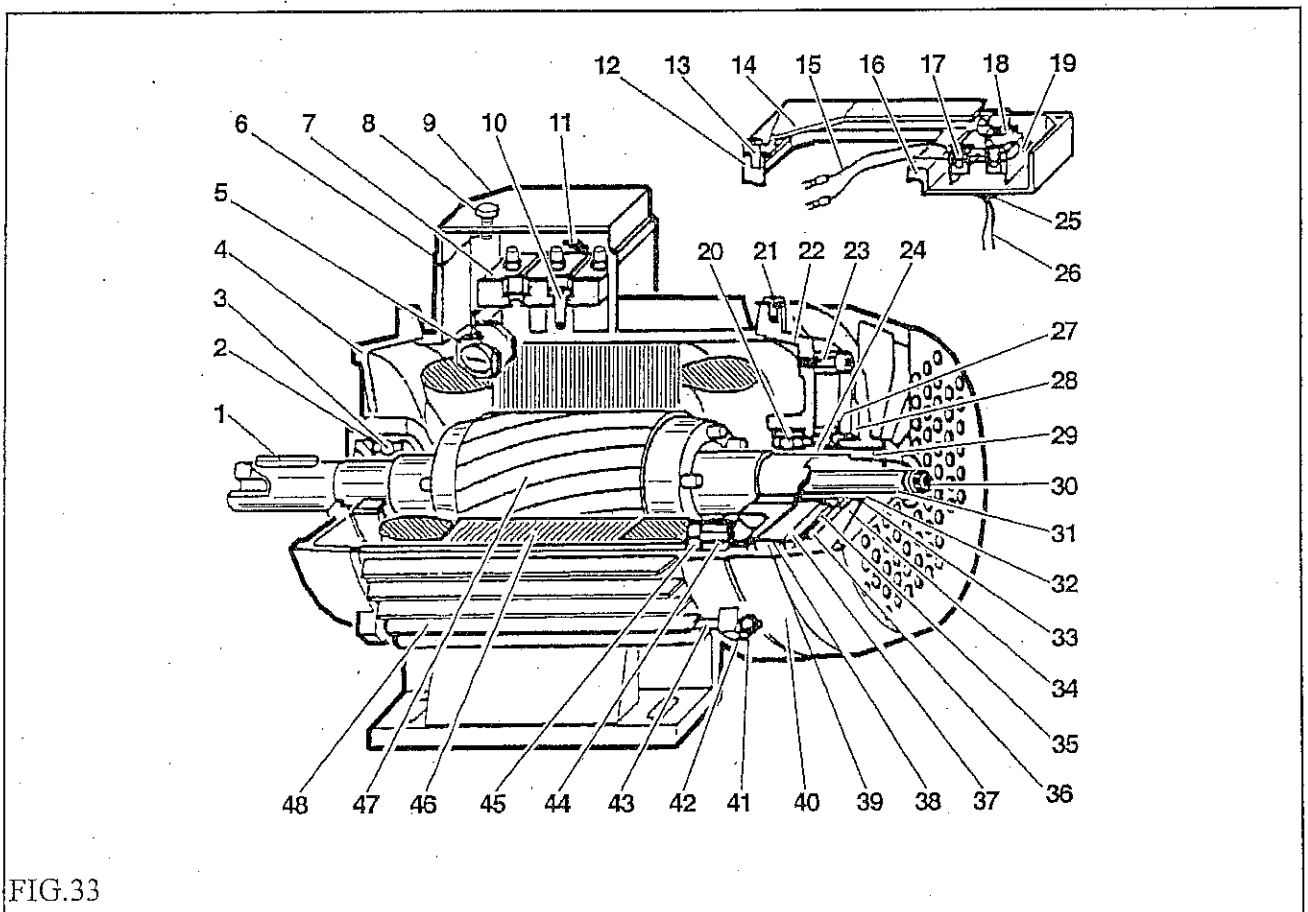

FIG.33
15.2 Underhåll av motorns elektromagnetiska broms (fig. 33).